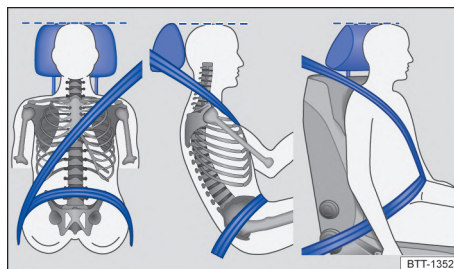

Fig. 31 Posición correcta de la banda del cinturón y ajuste correcto del apoyacabezas.
- Dejar el cinturón de seguridad siempre plano y sin la banda torcida sobre el cuerpo. De ser necesario, estirar un poco la banda del cinturón de seguridad → fig. 31.